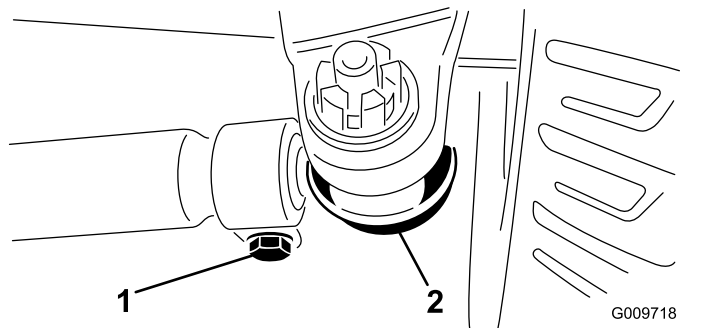

図 111
3. 調整は、両側のタイロッドのボールジョイントからコッターピンとナットを外して行う 図 111。